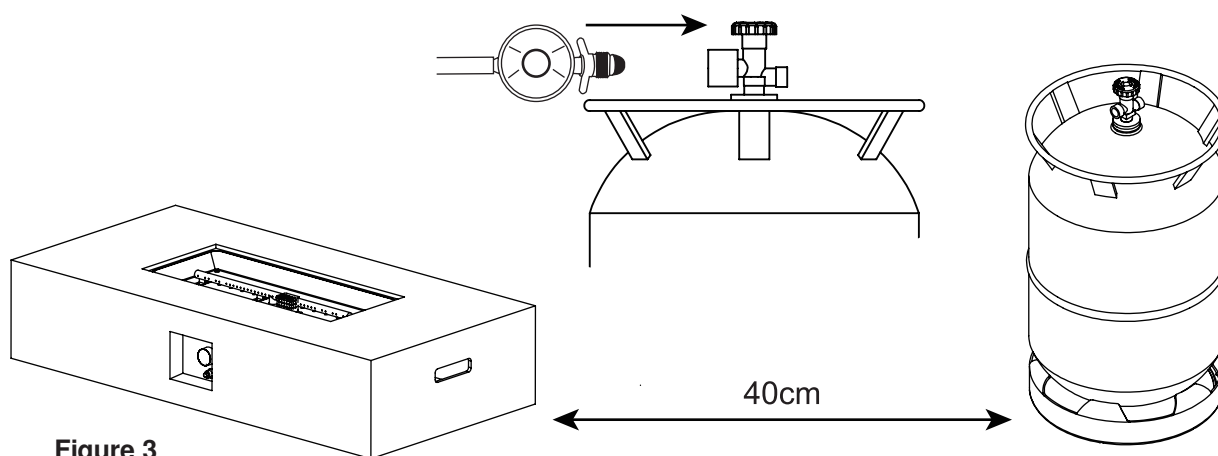

Figure 3
4. Csatlakoztassa a szabályozót a gázpalack szelepéhez, és húzza meg (lásd Figure 3).